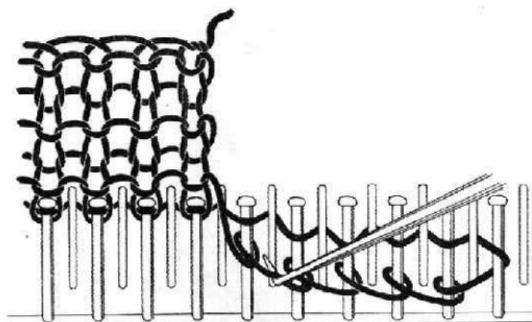
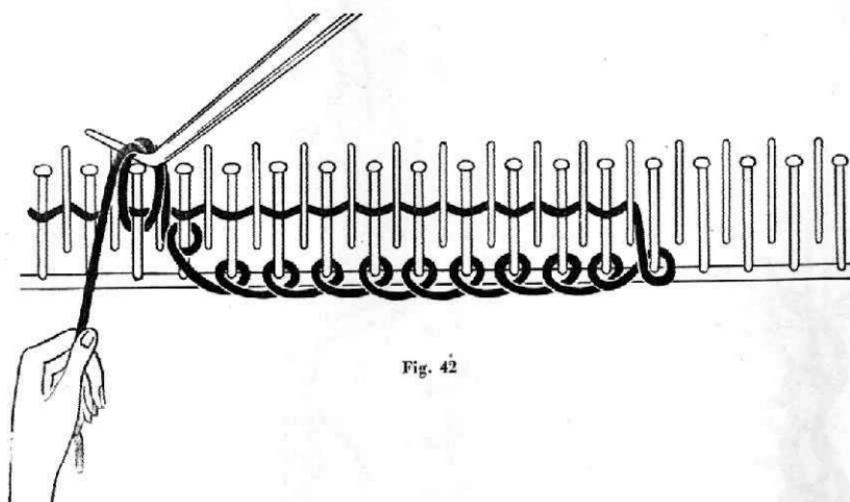

Fig. 30
Fig. 42
1ère rangée: „passaper“ les mailles en deux mouvements (d'abord la partie de droite, ensuite la partie de gauche [Fig. 30—37]). La dernière maille reste une simple boucle et n'est „passapée“ qu'au tour suivant.
1. Reihe: Die angeschlagenen Maschen in zwei Bewegungen (zuerst das rechte Fach und dann das linke Fach) über die jeweilige Kammnadel und damit über den Zick-Zackfaden legen (Fig. 30—37). Die letzte Masche bleibt als einfache Schlinge unberührt an der Kammnadel. Sie wird beim nächsten Gang überstrickt.
La première boucle est ainsi „passapée“ par-dessus la dent du peigne (fig. 42); voir la suite aux fig. 30—40.
So wird die erste Maschenschlinge über die Kammnadel gehoben (Fig. 42). Fortsetzung siehe Fig. 30—40.